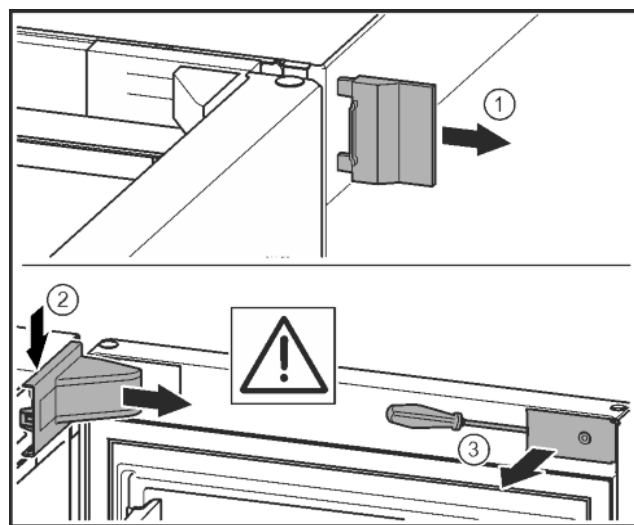

Fig. 8
- Свалете външния капак. Fig. 8 (1)
- Освободете и развийте капака на лагерната стойка. Свалете капака на лагерната стойка. Fig. 8 (2)
- Освободете капачката с плоска отвертка и я завъртете настрана. Fig. 8 (3)